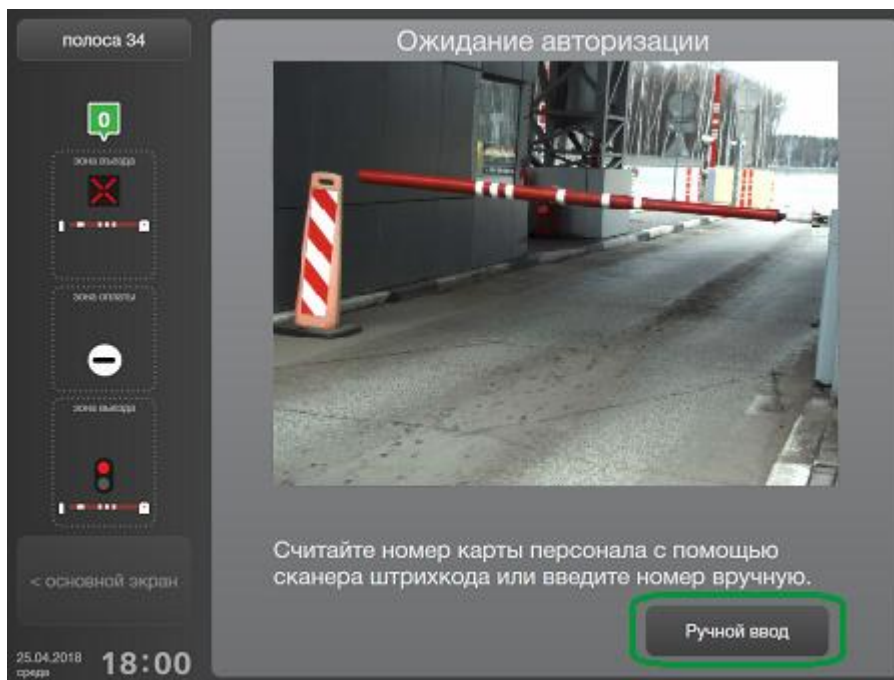
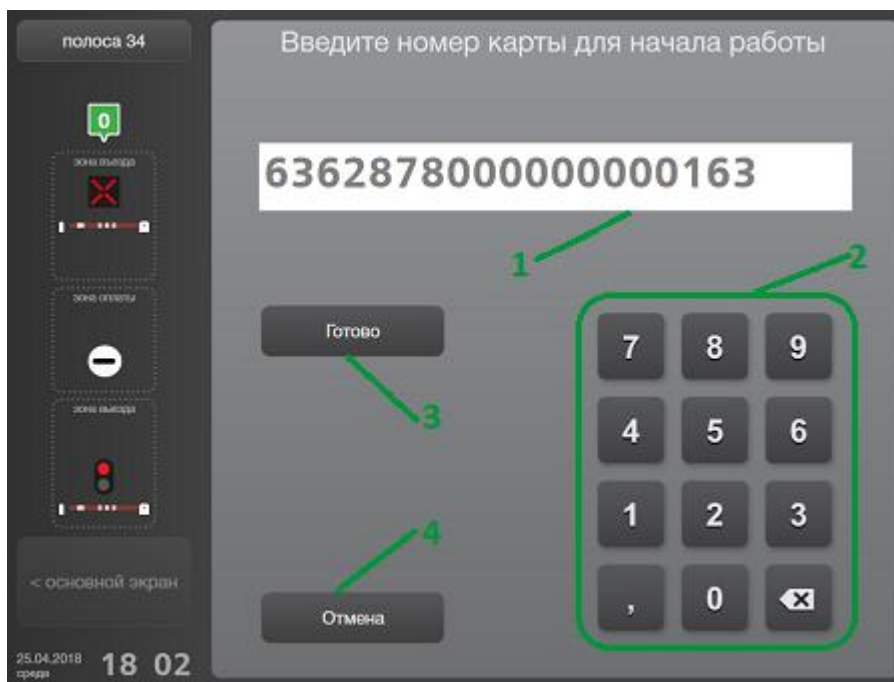
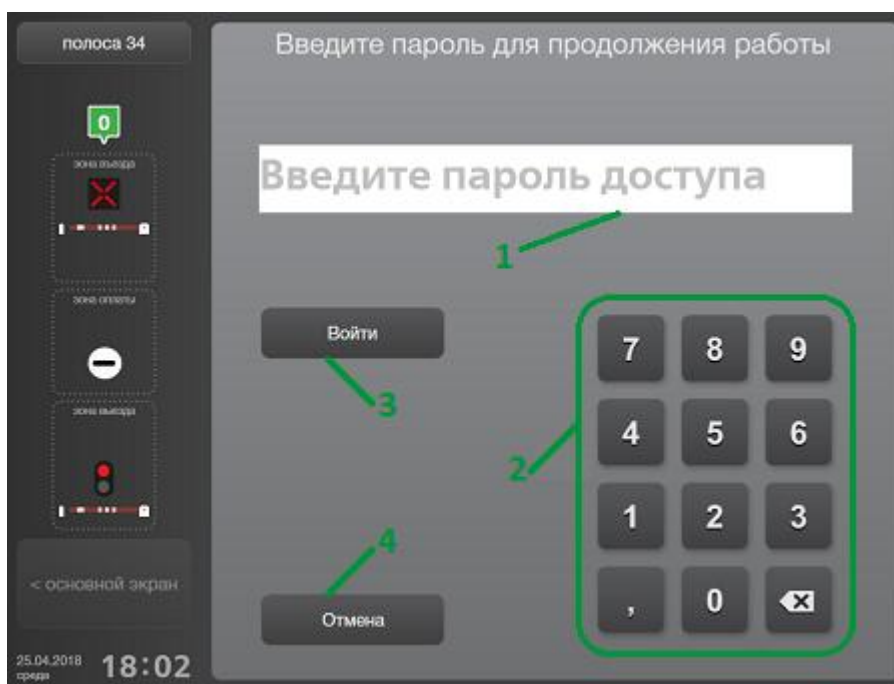

Рисунок 19. Окно авторизации кассира-оператора с кнопкой **[Ручной ввод]**
Рисунок 20. Ручной ввод номера служебной карты
Рисунок 22. Ввод пароля
Если в настройках АРМ разрешен режим работы без БСК-считывателя, то авторизация проводится с помощью ручного ввода номера служебной карты персонала и на экране авторизации имеется кнопка **[Ручной ввод]** (рис. 19). В этом случае действия кассира-оператора следующие:
Шаг 1. Нажать кнопку **[Ручной ввод]** (рис. 19).
Шаг 2. В открывшемся окне с помощью области набора цифр (рис. 20, поз. 2) ввести номер своей служебной карты (рис. 20, поз. 1).
Шаг 3. Проверить правильность ввода и нажать кнопку **[Готово]** (рис. 20, поз. 3):
- В случае правильного ввода отобразится окно ввода пароля (рис. 22).
Шаг 4. В открывшемся окне ввода пароля (рис. 22) ввести свой пароль (рис. 22, поз. 1) и нажать кнопку **[Войти]** (рис. 22, поз. 3). Для ввода пароля необходимо использовать область набора цифр (рис. 22, поз. 2).
ВНИМАНИЕ! Период ожидания ввода пароля ограничен! По истечении 10 секунд с момента последнего действия в АРМ произойдет сброс текущей попытки авторизации, на экране отобразится окно ожидания авторизации (рис. 19).
В случае отказа от авторизации на любом шаге необходимо нажать кнопку [Отмена] (рис. 20, поз. 4, рис. 22, поз. 4), после чего АРМ будет открыт на окне начала авторизации (см. рис. 19).